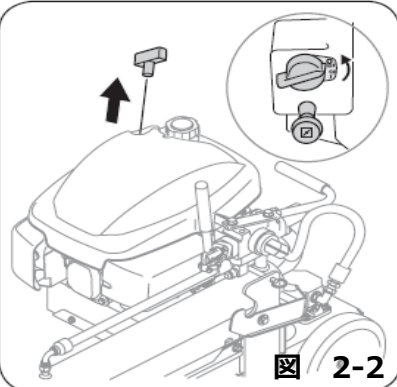

図 2-2
6. エンジンのスイッチが切れていることを確認してからリコイルローブを4～6回引き、ポンプに作動油を回します。この動作をしないでエンジンをかけるとポンプに作動油が回らず、ポンプの破損につながります。（図2-2参照）